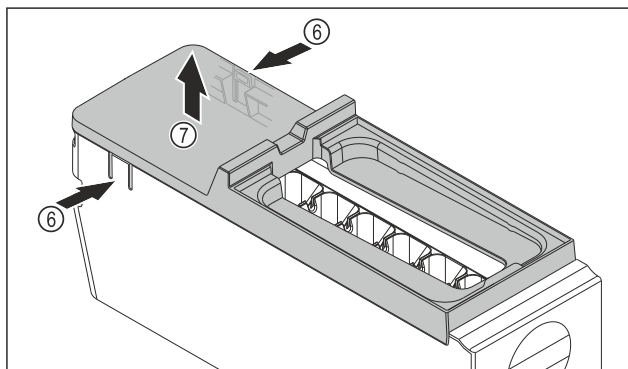

Fig. 90
- ▶ Изваждане на капака на корпуса на EasyTwist-Ice: Натиснете езичетата Fig. 90 (6) от двете страни на корпуса на EasyTwist-Ice с една ръка.
- ▶ С другата ръка извадете капака Fig. 90 (7) нагоре.